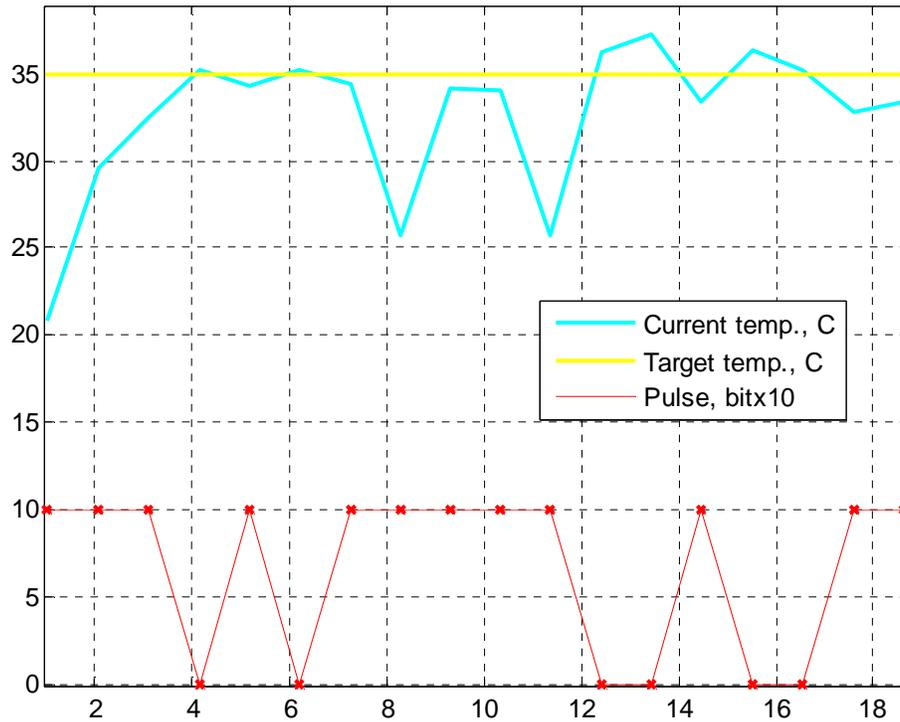

Рис. 9. Пример термостатирования на базе m-кода МатЛАБ.
4. Снимите характеристики системы. Сравните с характеристиками, представленными на Рис. 9.